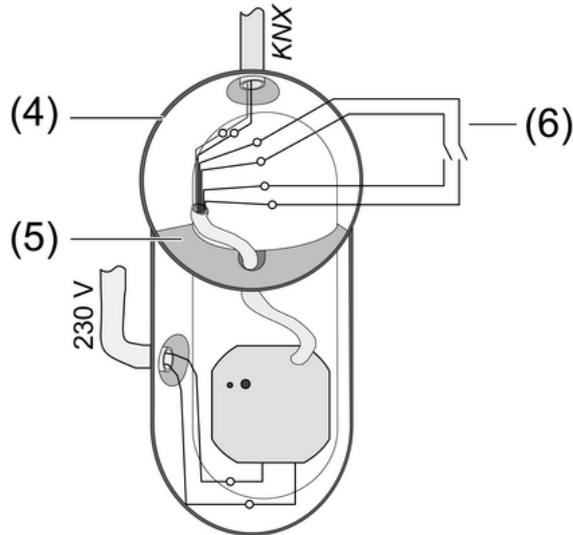

Bild 4: Montage in Gerätedose
**Bus-/Nebenstellen- und Netzspannungsklemmen nicht in einem gemeinsamen Anschlussraum platzieren. Gerätedose mit fester Trennwand (Bild 4) oder separate Dosen verwenden.**